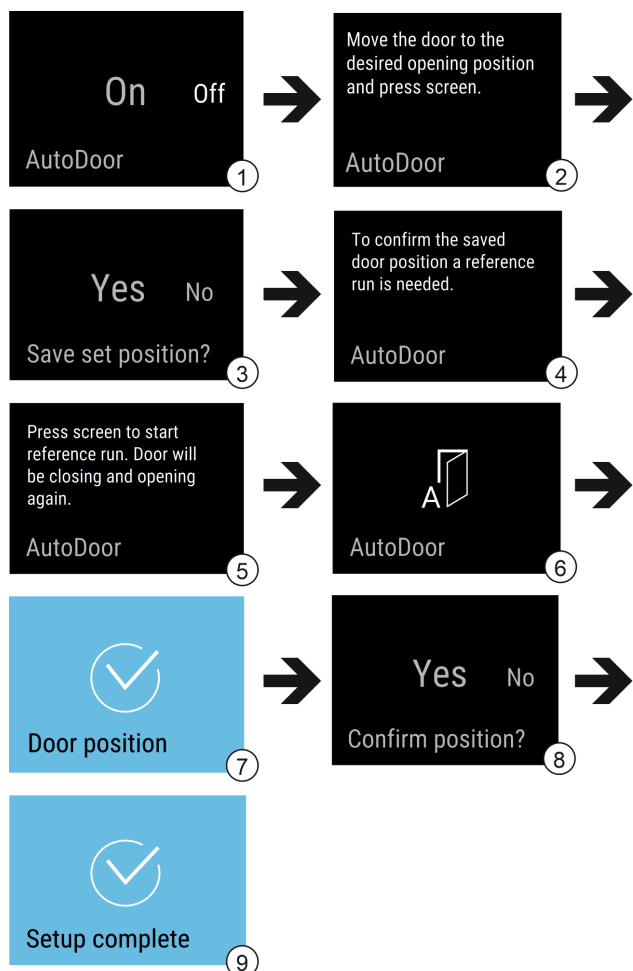

Fig. 10 Příkladné zobrazení indikací v angličtině
- ▶ Aktivujte AutoDoor: Zobrazení na displeji přepněte na On. Fig. 10 (1)
- ▶ Displej podržte stisknutý 3 sekundy. Fig. 10 (1)
- ▶ Nakonfigurujte úhel otevření dveří: Otevřete dveře alespoň na 70°. Fig. 10 (2)
- ▶ Potvrďte úhel otevření dveří: Klepněte na hlášení na displeji. Fig. 10 (3)
- ▶ Spusťte referenční běh: Klepněte na displej. Fig. 10 (5)
- ▶ Displej bliká. Fig. 10 (6)
- ▶ Referenční běh je úspěšný: Displej na 2 sekundy zmodrá. Fig. 10 (7)
- ▶ Potvrďte úhel otevření dveří. Fig. 10 (8)
- ▶ Displej zmodrá. Fig. 10 (9)